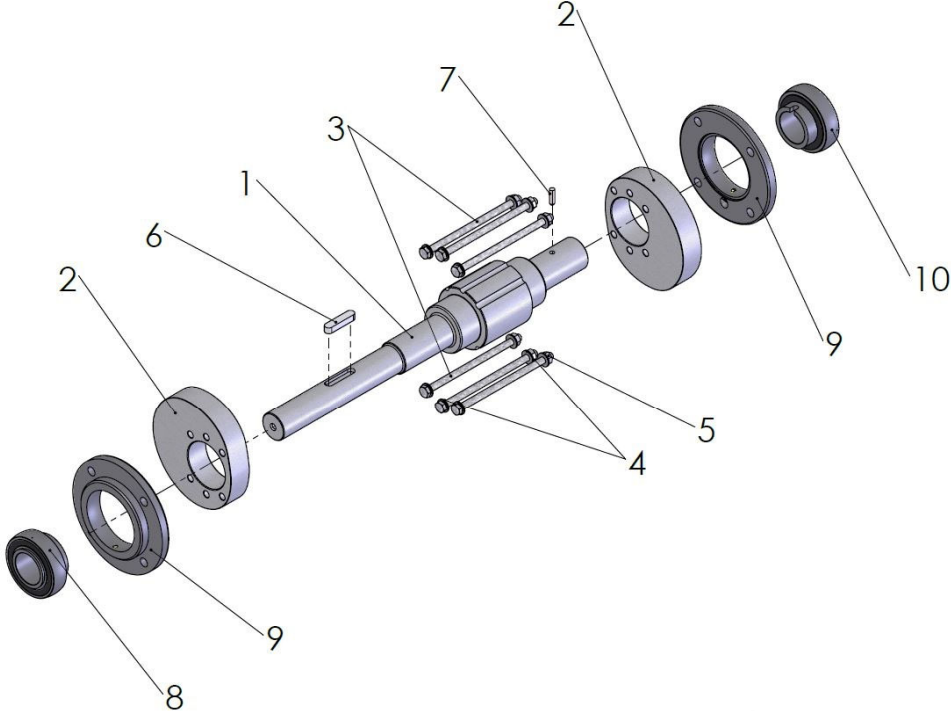

Fig. 8-7: Vue éclatée du système d'entraînement
1. Appliquer du frein filet Weicon Lock AN306-20 sur la goupille cylindrique (7).
2. Enfoncer la goupille cylindrique (7) dans l'arbre d'entraînement (1).
4. Appliquer uniformément une mince couche de pâte lubrifiante Klüber 46MR401 sur les surfaces marquées par un hashtag (#) sur la Fig. 8-7 : Vue éclatée du dispositif d'entraînement.
5. Glisser les cames (2) décalées de 180° dans le sens de la marche sur l'arbre d'entraînement.
6. Appliquer du frein filet Weicon Lock AN302-43 sur le filet des vis hexagonales (3).
7. Monter les cames avec les vis hexagonales (3), les écrous hexagonaux (5) et les rondelles (4) et serrer à 25 Nm.